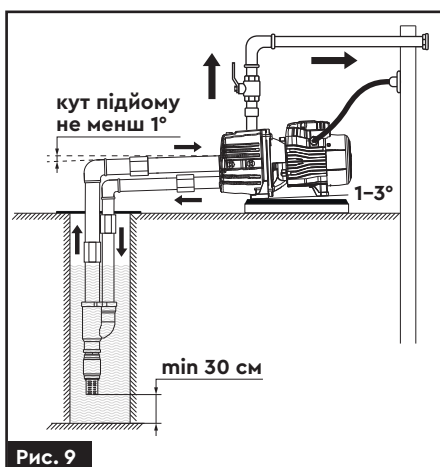

Рис. 9
- » Для запобігання потрапляння піску і каміння в насосну частину, встановіть зворотний клапан з фільтром грубого очищення, вертикально на відстані 30 см від дна водного резервуару **(рис. 9)**.
- Необхідно забезпечити безперервний кут підйому труби від джерела водозабору до насоса (не менше 1°) для виключення скупчення повітря та утворення повітряних пробок **(рис. 9)**.